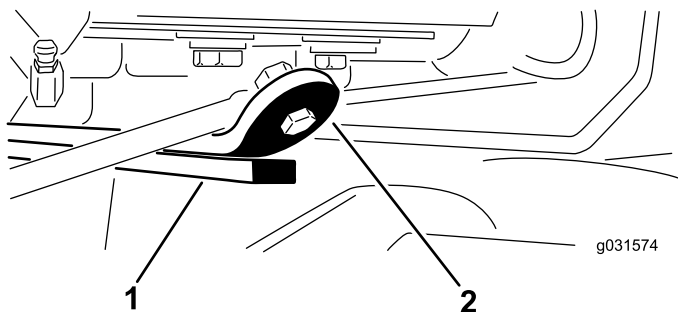

图 15
3. 启动发动机，升起滚刀组，确保后刀组耐磨棒顶部的耐磨带与缓冲带之间的间隙介于 0.51~2.54mm 之间，如图 15 所示。